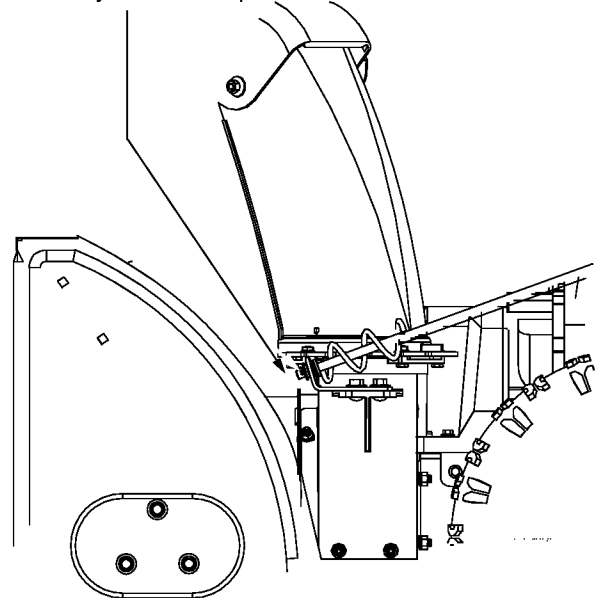

Figura 22
- Desconecte el conjunto de la Control Direccional de la Canaleta extrayendo el broche de cabello y las dos arandelas planas. Vea la Figura 22.